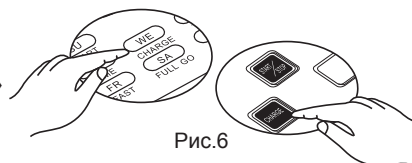

Рис.6
5. Если робот-пылесос ищет главную станцию, нажатие кнопки «Charge» на панели устройства или кнопок «Power» или «Charge» на пульте управления и пылесос остановит поиски. (См. рис.6)